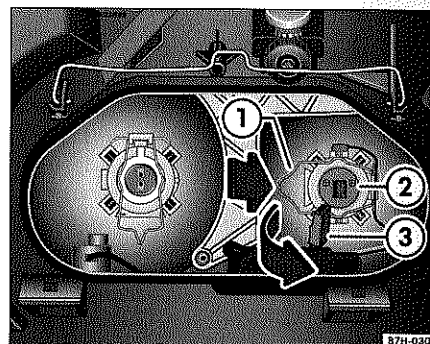

Fig. 31 Faro izquierdo, visto desde el vano motor: cambio de la lámpara de la luz de carretera
1. Extraiga el conector ⇒ página 95, fig. 31 ③ del portalámparas.
2. Desplace el gancho ① hacia detrás (según el sentido de la marcha) y sepárelo de las pestañas en la dirección de la flecha ⇒ página 95, fig. 31, hacia delante.
3. Extraiga el portalámparas ② del faro.
5. Monte el portalámparas ② en el faro. Asegúrese de que el corte oblicuo del portalámparas quede hacia abajo, mirando hacia la parte exterior del vehículo.
6. Baje el gancho ① y encájelo en las pestañas en el sentido contrario al de la flecha. Compruebe que ha encajado correctamente tirando de él con suavidad.
7. Acople el conector ③ al portalámparas ②.